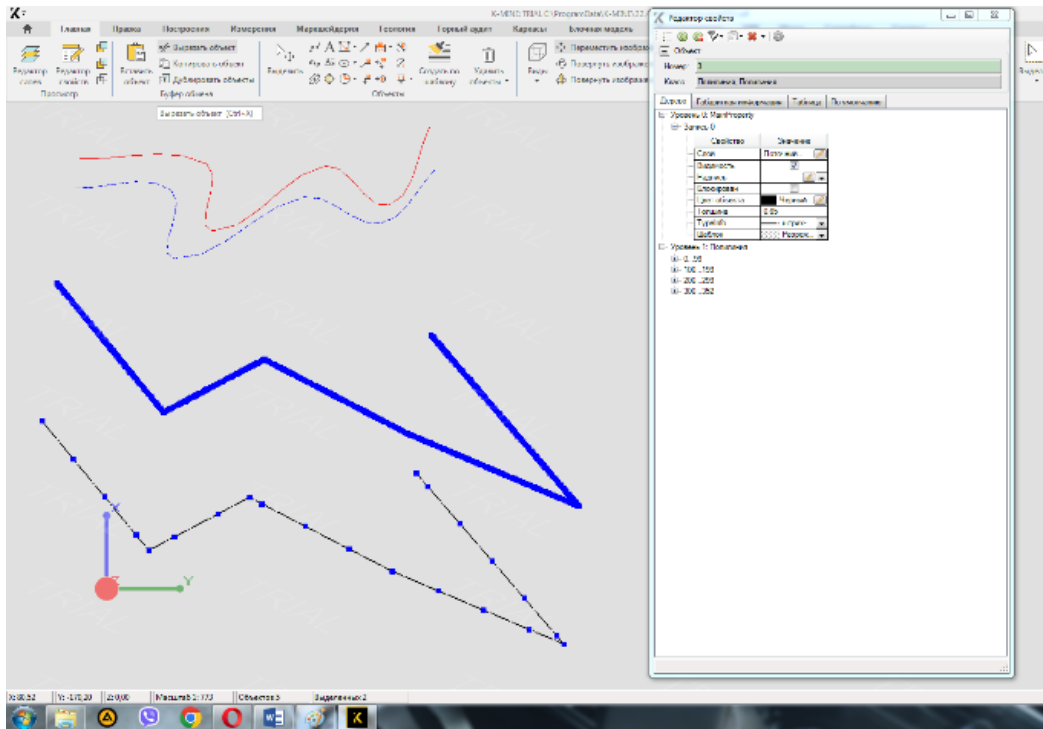

Рисунок 2.2. Приклад виконання завдання 13
13. Намалюйте об'єкт полілінія. Помістіть його в шар Поточний стан\20\ Маркшейдерія, задайте товщину 0.65, стиль лінії - штрихпунктирна. Скопіюйте цей об'єкт в буфер обміну. За допомогою операції згладжування Виконайте згладжування з фіксованих кроком - 15 м. Вставте з буфера обміну об'єкт в довільну крапку і виділивши його, проведіть вставку 20 точок рівномірно за лінією (рис.2.2).